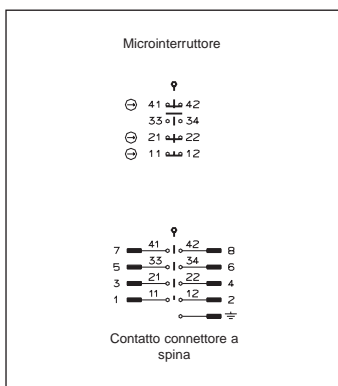

Fig. 5: Microinterruttore e connettore
- Posizione dei connettori vedere fig. 5.